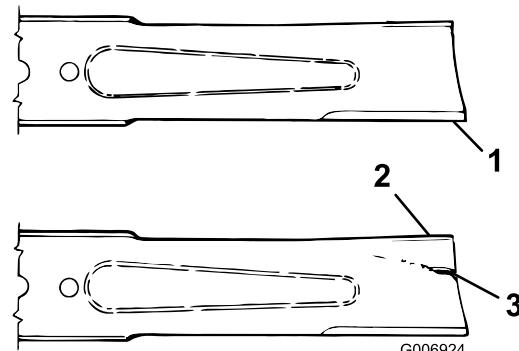

図 15
2. ブレードの切っ先を注意深く観察、特に、直線部と曲線部が交わる部分をよく観察する(図15)。この、直線部と曲線部の交差域
は、砂などによる磨耗が進みやすい部分なので、機械を使用するまえによく点検することが必要。磨耗が大きい場合には(図15)危険であるから交換する;「ブレードの取り外し」を参照。
ブレードの磨耗を放置すると、ブレードのセール部と平坦部との間に割れ目が発生する(図15)。この割れ目が拡大すると、最終的にはブレードがちぎれてハウジングの下から飛び出し、これがオペレータや周囲の人に重大な人身事故となる。